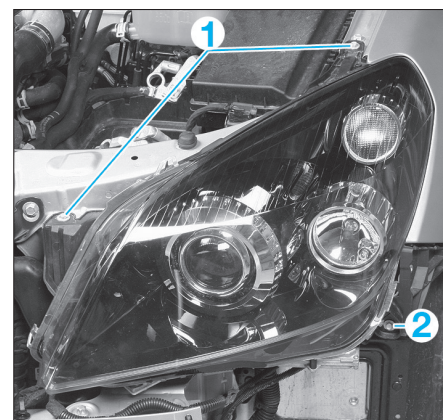

FIG. 10
- les deux vis de fixation supérieure (1) du projecteur (fig. 10).
- la vis de fixation inférieure (2).